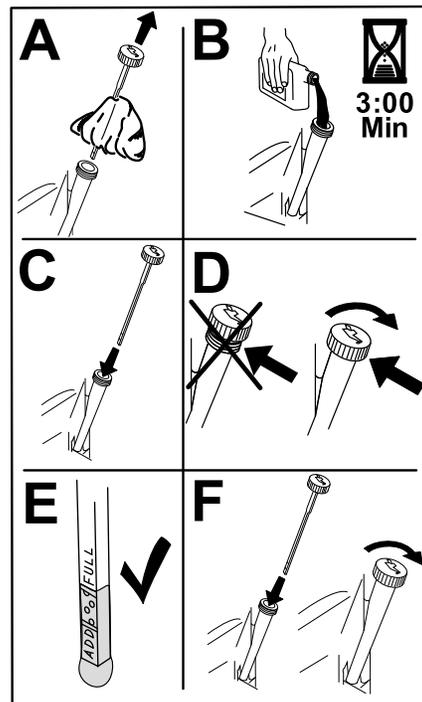

Figure 34
5. Versez lentement environ 80 % de l'huile spécifiée dans le tube de remplissage, puis faites l'appoint lentement jusqu'à ce que le niveau atteigne le repère maximum (**Full**) (Figure 34).
- Remplissez le carter moteur d'une huile du type voulu (Figure 34).